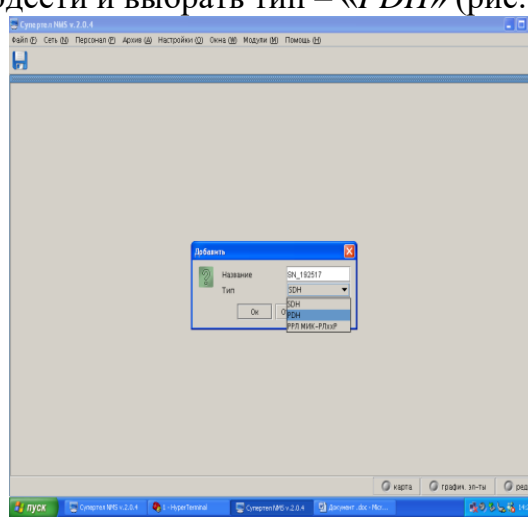

Рис. 17
3. В окне «Добавить» дать название подсети и выбрать тип – «*PDH*» (рис. 17).